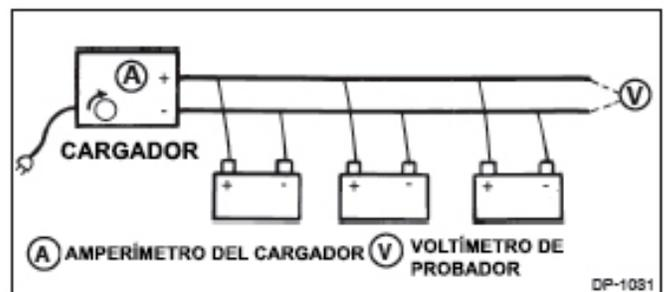

Figura 2.
Con los Cargadores en Paralelo, las baterías se conectan para que la corriente de carga se divida y cada batería reciba la corriente que puede aceptar del voltaje del cargador (Figura 2 para la conexión típica). Debido a esta diferencia, los procedimientos de carga también son diferentes.
2. Conecte las baterías y el voltímetro de prueba al cargador como se muestra en la figura 2. Asegúrese de que todas las conexiones estén limpias y apretadas. Ajuste el nivel de carga para que no exceda de 16.0 voltios. Inicialmente el cargador no alcanzara ese voltaje, pero a medida que las baterías empiezan a cargarse y aceptan menos corriente, el voltaje subirá. El amperímetro del cargador le indicara el flujo total de la corriente a las baterías conectadas. Esta corriente se divide entre todas las baterías. Esto no es una medición de la corriente que acepta cada batería. No exceda las capacidades del cargador conectando demasiadas baterías. Siga las instrucciones del fabricante.